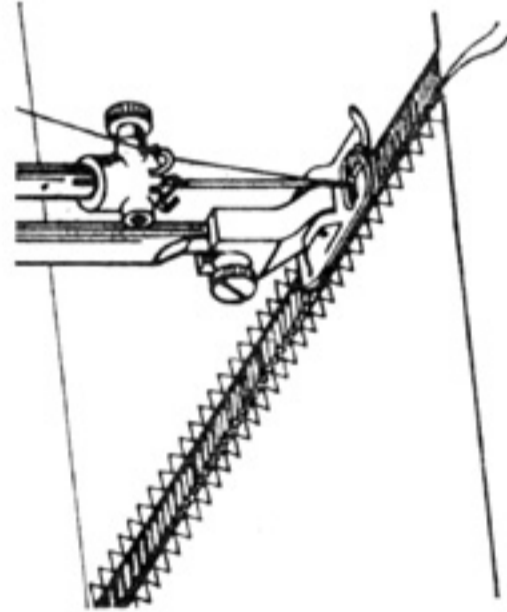

Рис. 62
40. Шитье и укрепление меретки и бахромы (рис. 62)